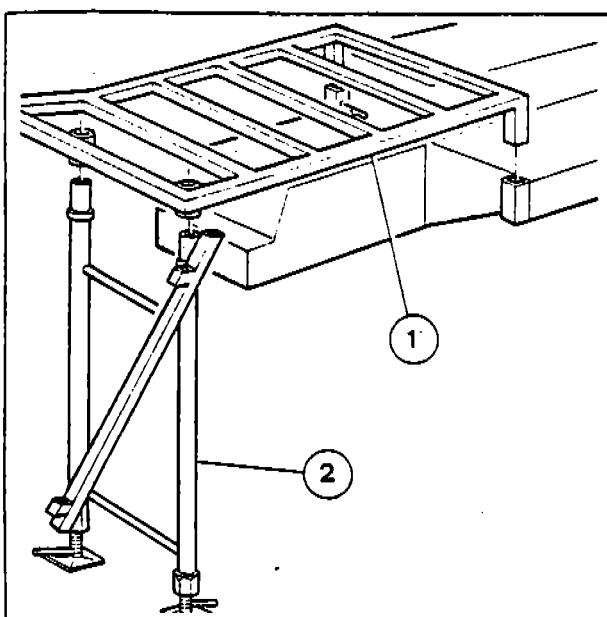

Fig. 29
- b) Montare le prolunghes pedana (1-Fig. 29), rispettando le sigle riportate su pedana fissa e mobile.
- c) Supportare le prolunghes pedan con le rispettive gambe (2-Fig. 29). Livellare agendo sugli appositi piedini di registrazione e bloccare il tutto con le rispettive spine e copiglie.